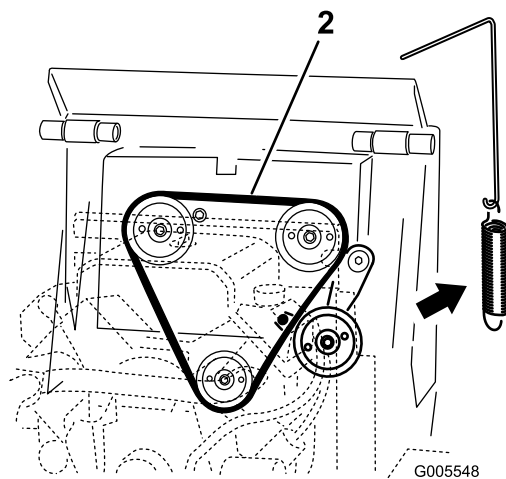

Figura 48
4. Retire el muelle de la polea tensora del conjunto de la polea tensora (Figura 48).
6. Instale una nueva correa de transmisión alrededor de las tres poleas (Figura 48).